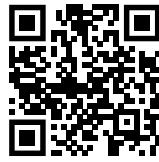

Fig. 113
- Відкрити Liebherr SmartMonitoring Dashboard. (див. Fig. 113)